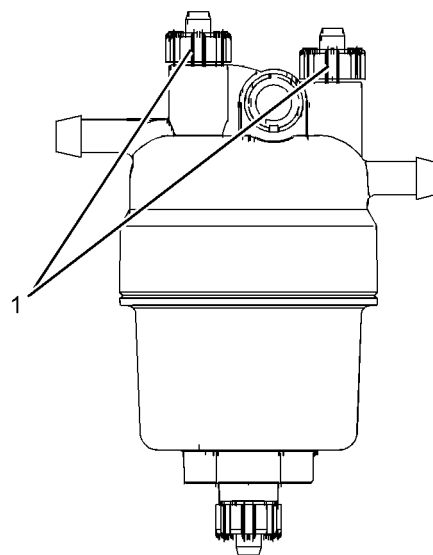

图 49
充注燃油滤清器前确保排出粗滤器中的空气。请参考图 49。
确保排出粗滤器中的空气。松开排气螺钉 (1)。请参考图 49。泵压注油泵。当排气螺钉中流出不含气泡的燃油时，拧紧排气螺钉。